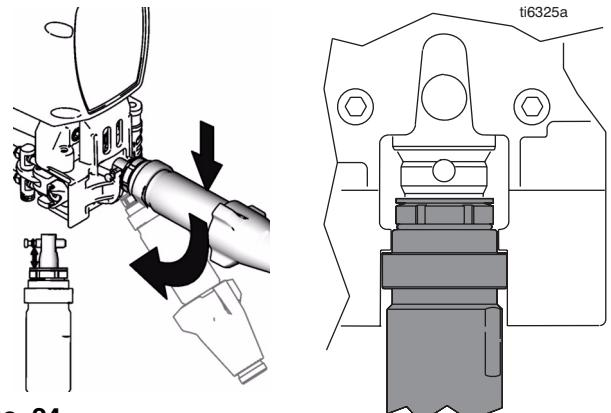

Рис. 24
1. Рис. 24. Приготовьте поршневой шток держателем штифта, чтобы вынуть поршневой шток. Легонько стукните поршневой шток по твердой поверхности, чтобы протолкнуть поршневой шток внутрь.